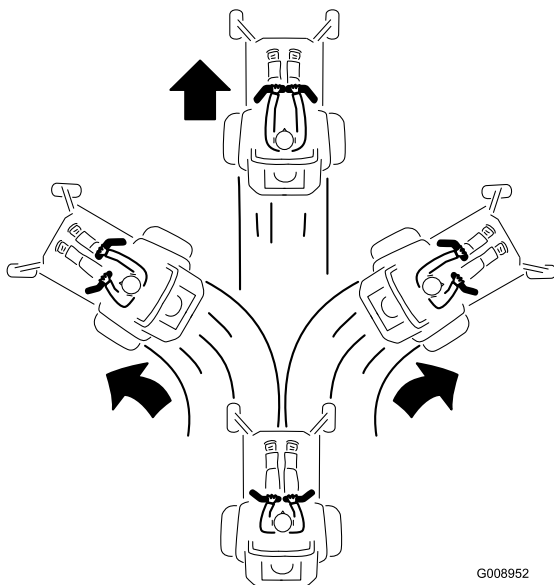

Figura 25
2. Para andar para frente empurre as alavancas de controlo do movimento lentamente para a frente (**Figura 25**).